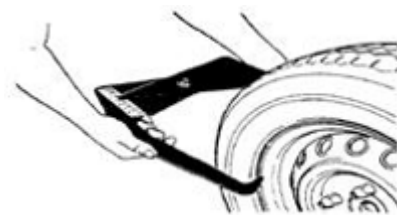

Рис.2
- установите значение «b»: введите номинальное значение, отмеченное на шине «b» или введите его с помощью кронциркуля, как показано на рис.2, затем нажмите **b+** и **b-**.